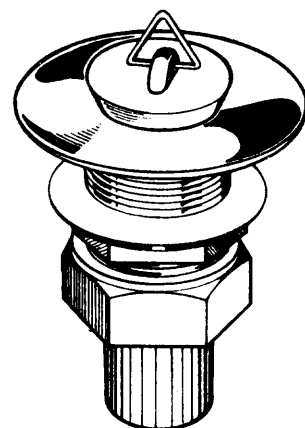

Fig. 2
- a) Simples para fregadero (fig. 2).